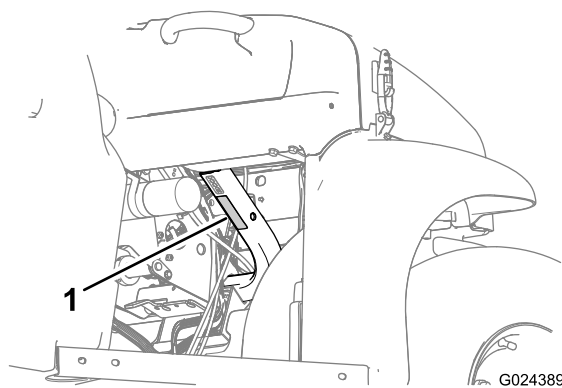

Figure 22
- Respectez la capacité de charge nominale de la machine et limitez le poids de la charge transportée sur le plateau comme décrit dans Caractéristiques techniques \(page 19\) et indiqué sur l'étiquette du poids total en charge de la machine (Figure 22).